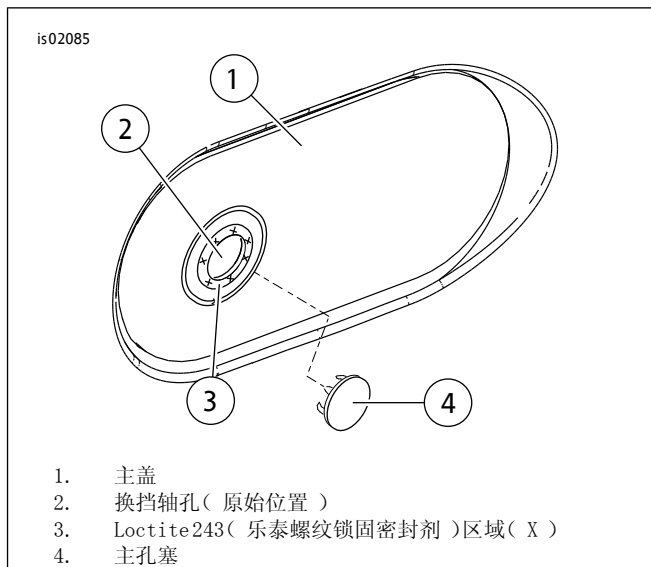

图3。安装外盖孔塞
16. 参见图3。清洁主盖孔( 2 )周围的区域, 除去所有灰尘、机油和润滑脂。在开口( 3 )周围涂抹Loctite 243( 乐泰螺纹锁固密封剂 )( 哈雷戴维森零件编号99642-97 )。将主孔塞( 4 )插入开口。清除表面上的任何残留粘胶。等待Loctite固化24小时, 然后才能操作车辆。